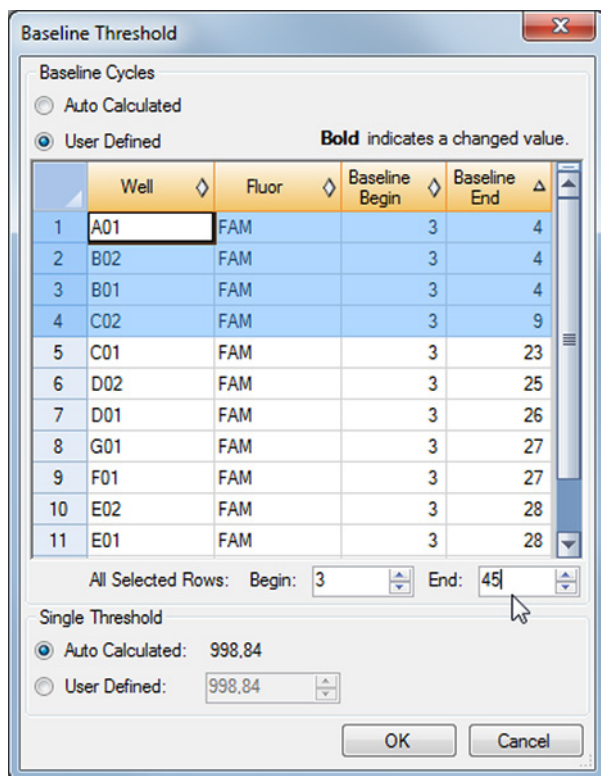

Figura 5: Finestra di dialogo Baseline Threshold (Soglia basale)
3. Nella barra dei menu della finestra Data Analysis (Analisi dei dati) fare clic su **Settings** → **Baseline Threshold...** (Impostazioni → Soglia basale...) per aprire la finestra di dialogo Baseline Threshold (Soglia basale) (vedere figura 5).
5. Selezionare tutte le righe che presentano dei valori **Baseline End** (Fine basale) da 1-9 (vedere figura 5).
6. Impostare il valore nel campo **End:** (Fine:) a 45 per le righe selezionate (vedere figura 5).
9. Ripetere i passi 3-7 per i canali di rilevamento VIC™ (IC), ROX™ [influenzavirus A (H1N1)pdm09] e Cy5 (influenzavirus B).